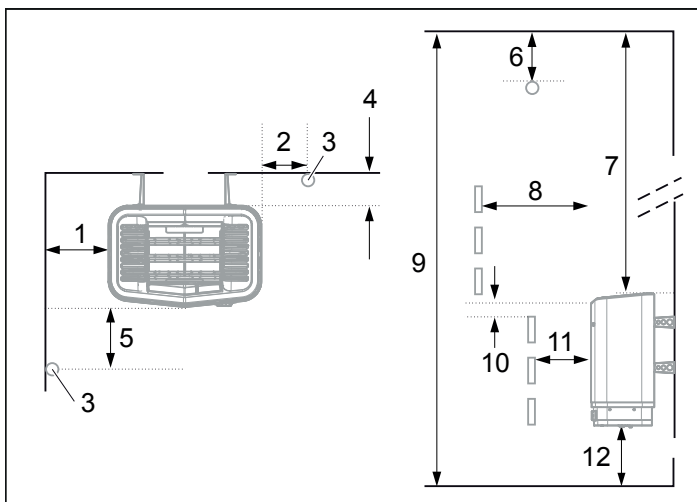
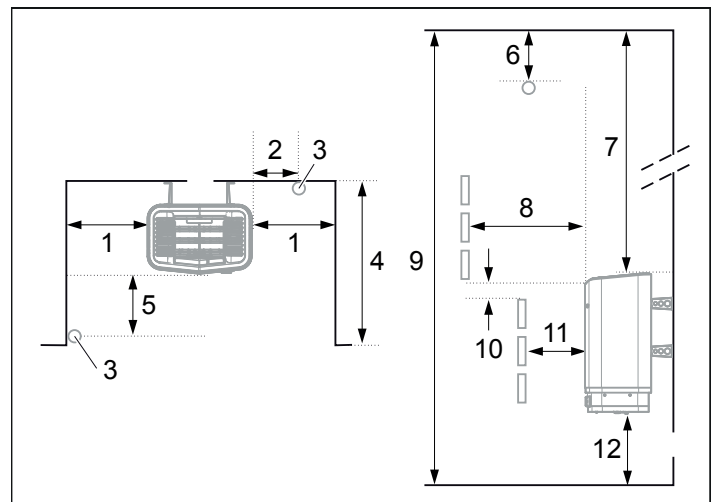

Рисунок 3: Размещение каменки – нормальная установка
Рисунок 5: Размещение каменки – установка в нише
- Спланировать размещение датчика (см. рис. 3 а также рис. 5).
- у той же стены что и дверь (только в исключительном случае у боковой стены, но тогда как можно ближе к дверному проему); Устройство можно также установить в нише (см. рис. 5).
- на безопасном расстоянии от пола, боковых стен и элементов интерьера (см. рис. 3).
Установите датчик согласно рисунку (см. рис. 3).
1. Установите устройство на безопасном расстоянии от пола, боковых стен и элементов интерьера (см. рис. 5).
2. Установите датчик согласно рисунку (см. рис. 5).